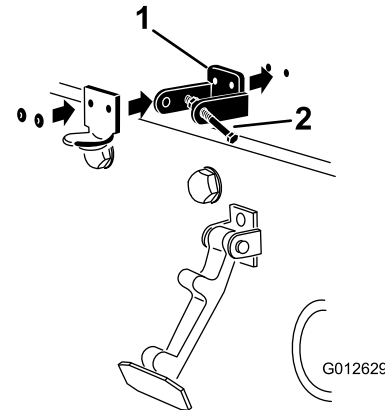

Figure 14
**Remarque:** Le support de loquet doit être appuyé contre le capot (Figure 14). Ne retirez pas le boulon et l'écrou du bras du support de loquet.
5. Rivez les supports et les rondelles sur le capot (Figure 14).